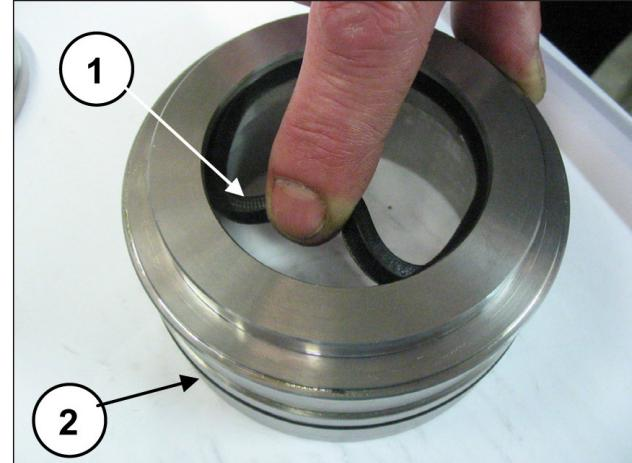

Abb. 169
Setzen Sie die ND-Dichtung mit nach vorn gerichteter Dichtlippe (zum Kopf hin) in den Stopfbuchsenhalter (Pos. ①, Abb. 169) und den O-Ring (Pos. ②, Abb. 169) ein.